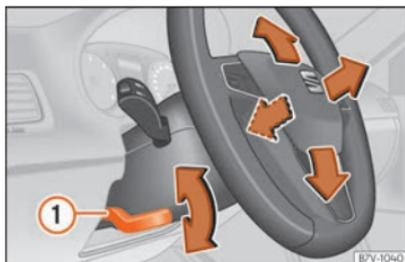

Fig. 26 Ajuste mecânico do volante.
- Mova o manípulo » » » **Fig. 26** ① para baixo.